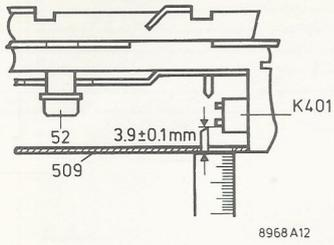

Fig. 2
- a. Vérifier la hauteur comme indiqué en Fig. 2. Régler la position verticale par l'écrou 70a et plier le bloc 68 à la verticale, si besoin en est laquer l'écrou.
- a. Kontrollieren der Kopfhöhe nach Abb. 2.
Verificare l'altezza come indicato nella Fig. 2. Regolare la posizione verticale tramite il dado 70a e piegare il blocco 68, se necessario, alla verticale mettere della lacca sul dado 70a.